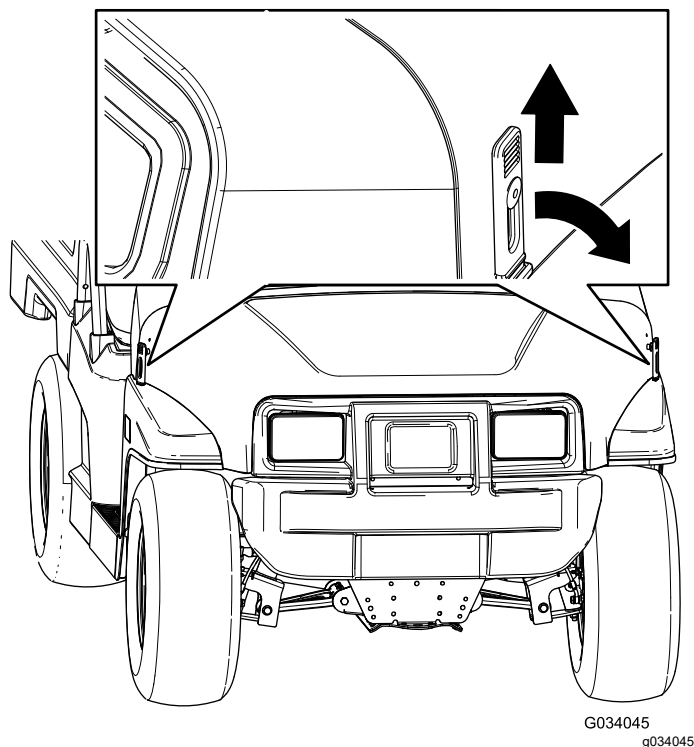

Figura 31
1. Tire hacia arriba de los enganches de goma de cada lado del capó (Figura 31).
2. Sujete el capó alineando los cierres de goma con los anclajes situados en cada lado del capó (Figura 31).